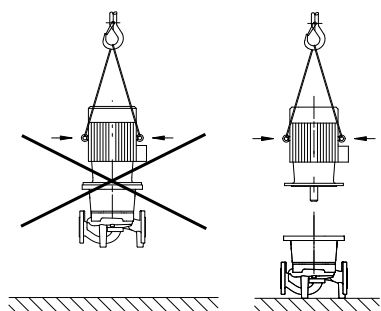

Рис. 20: Транспортировка электродвигателя
- Подъемные проушины на электродвигателе могут использоваться только для транспортировки электродвигателя и не должны использоваться для транспортировки всего насоса (рис. 20).